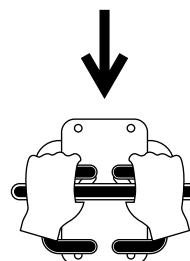

Figura 11
- Per spostarvi in retromarcia, spostate entrambi i comandi della trazione indietro (Figura 11).